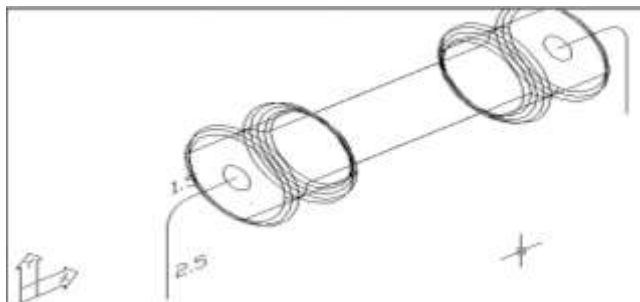

Рис.23.7
7. Повернути осі системи координат, як показано на рис. 23.7 і нарисувати шлях, по якому повинен проходити вивід резистора, спочатку без закруглення, а потім скруглити. Радіус скруглення 0,5 мм.